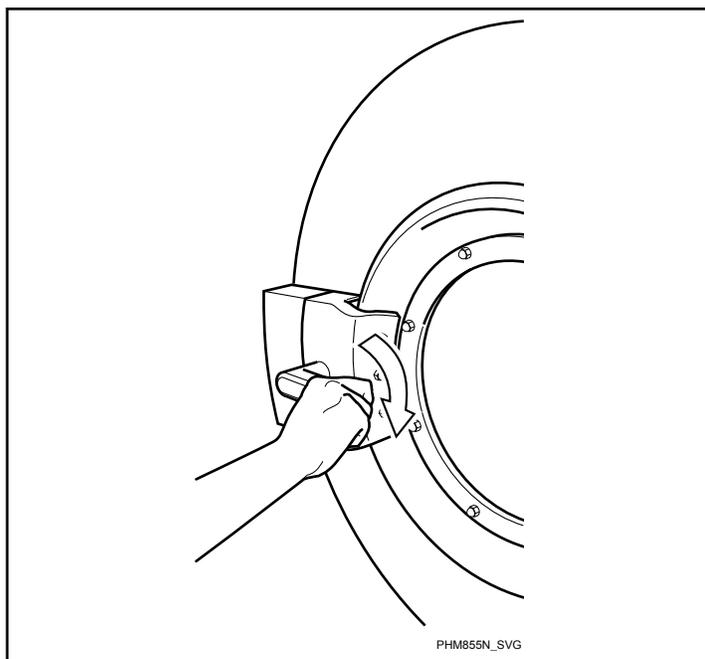

Figura 45
2. Para abrir, gire la palanca en el sentido de las agujas del reloj. Consulte la *Figura 45*.